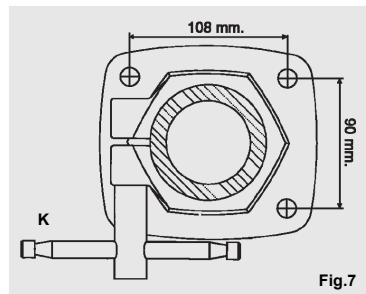

Fig.7
Pour l'entraxe entre les trous dans le banc, prêter attention à la Fig.7.
S'assurer que la poignée de blocage (K) de la colonne verticale à la base est bien serrée correctement (voir Fig. 7).